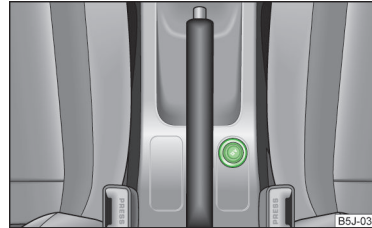

Abb. 78
- Den Anzünderknopf des Zigarettenanzünders hineindrücken » Abb. 78.
Die 12-Volt-Steckdose (nachstehend nur als Steckdose) befindet sich in der Mittelkonsole vorn » Abb. 78 auf Seite 84 und im Gepäckraum » Abb. 79.